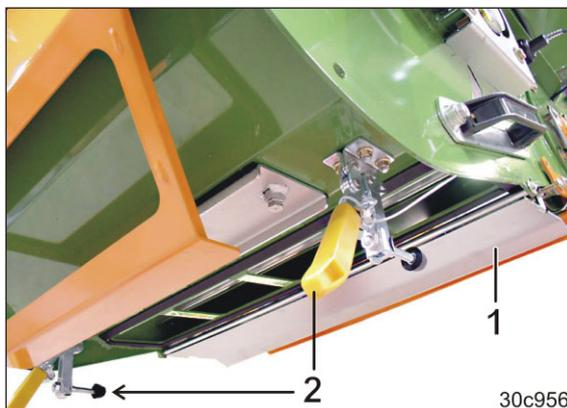

Fig. 255
2. Die Bodenklappe (Fig. 255/1) öffnen.
Die Bodenklappe ist mit Schnellspannern (Fig. 255/2) fixiert.